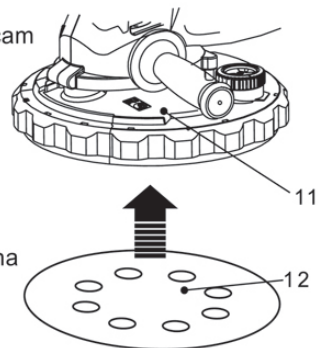

Fig.2
- > Alinhe os orifícios da folha de lixa (12) com os da placa base (11) antes de fixar a folha de lixa (12) na placa base para assegurar uma extração de pó eficiente e um resultado satisfatório.
- > Pressione ligeiramente a folha de lixa (12) para fixar a mesma à placa base (11) (Fig. 2).